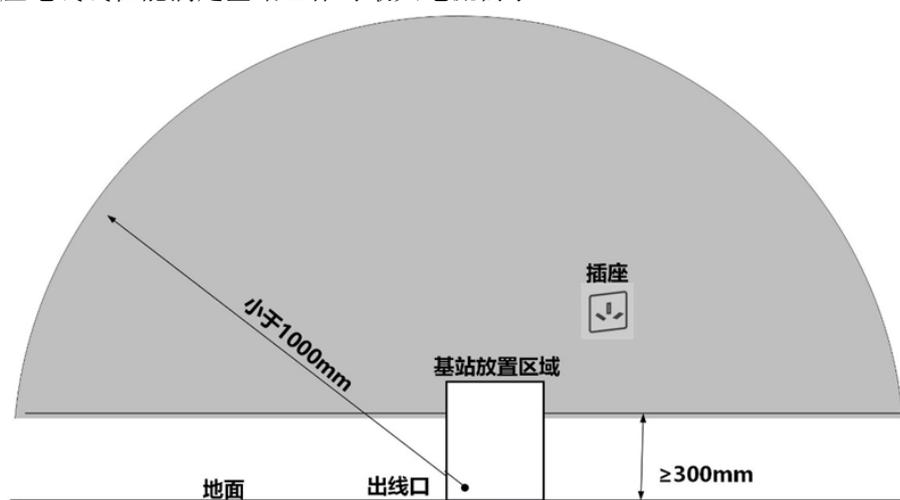

图2 电源预留区域
4.3.1 电源位置:电源插座需靠近安装区域,最远距离宜 ≤ 1000 mm,避免使用过长的电源线。墙上电源插座高度应 ≥ 300 mm,具体预留位置可参考图2基站电源预留区域所示。